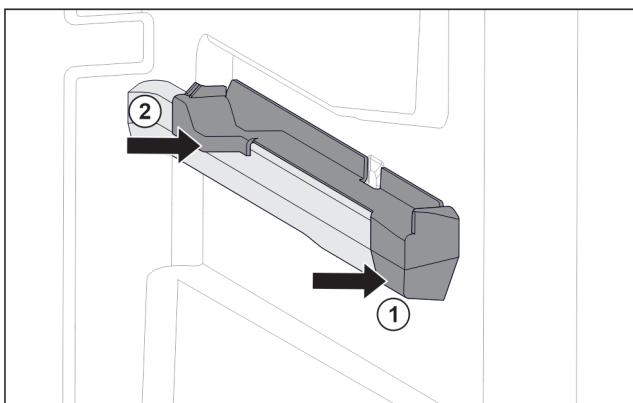

Fig. 59 Наставка върху дясното ребро на съда
- ▶ Поставете наставката отпред към реброто на съда. Fig. 59 (1)
- ▶ Притиснете наставката отзад. Fig. 59 (2)